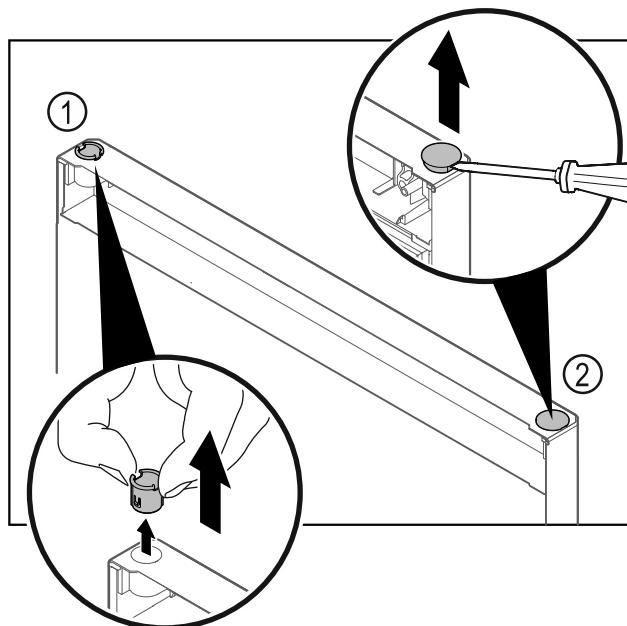

Fig. 24
- ▶ Пальцами вытяните шарнирную втулку Fig. 24 (1)У
- ▶ Шлицевой отверткой вставьте и извлеките заглушку Fig. 24 (2)У